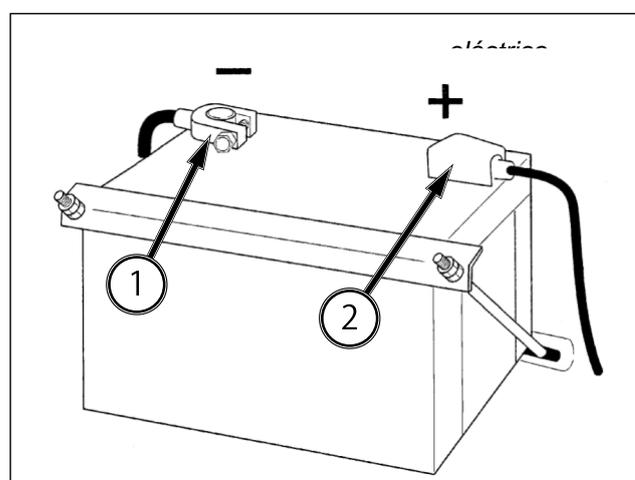

FIG. 224
FIG. 224: Para cambiar la batería, desconecte primero el cable negativo (-) (1) y después, el cable positivo (+) (2). Afloje y retire la pestaña de fijación de la batería y retire la batería del tractor con precaución.